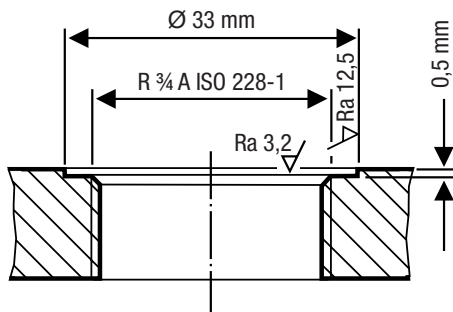

Fig. 10
- Prestar atenção à maquinação técnica correta das superfícies de vedação da respetiva tubuladura roscada do reservatório ou da tampa flangeada, ver Fig. 10.
As superfícies de vedação devem ser maquinadas de acordo com a Fig. 10 de forma tecnicamente perfeita.